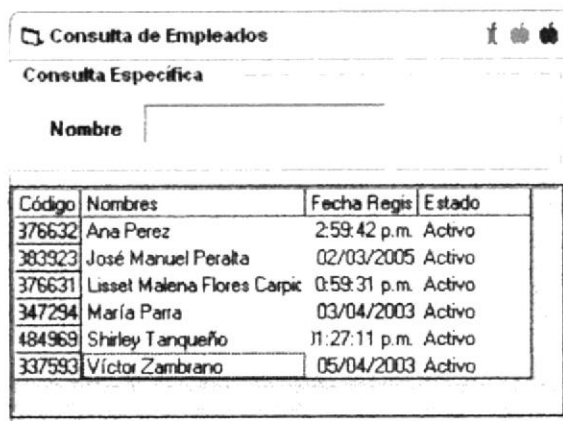

Figura 4.39 Pantalla de Consulta de Empleado
1. Dar clic en el botón de Búsqueda y aparecerá la pantalla de consulta de empleados. (Ver Figura 4.39).
2. Elija el empleado que desea modificar dando doble clic en el nombre de este en la Pantalla "Consulta de Empleados" (Ver Figura 4.39) y volverá automáticamente a la pantalla anterior, con todos los campos llenos.